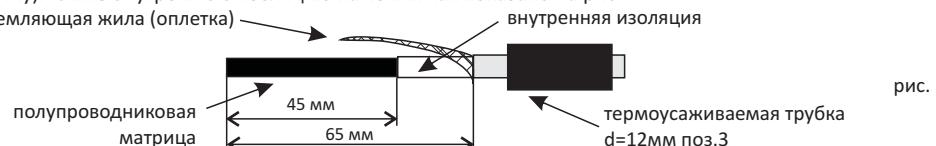

рис. 1
1. Надеть на саморегулирующийся кабель термоусаживаемую трубку d 12 мм поз. 3. Аккуратно снять наружную изоляцию саморегулирующегося кабеля на расстоянии 65 мм. Скрутить в жгут заземляющую жилу (оплетку). Снять внутреннюю изоляцию на 45 мм как показано на рис. 1